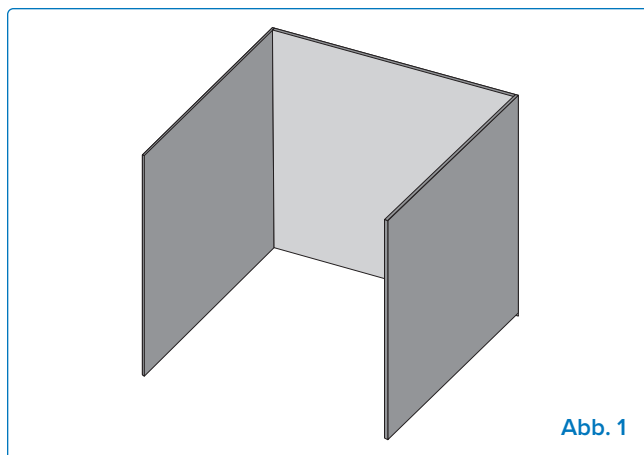

Abb. 1
- Das Gerät gilt als im Freien installiert, wenn es sich in einem Unterstand mit Wänden an drei Seiten, aber ohne Überdachung befindet (**Abb. 1**).